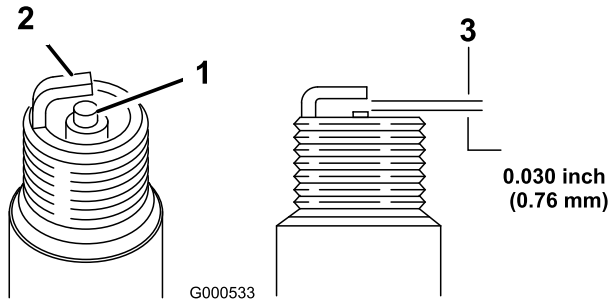

Bild 38
5. Stellen Sie den Elektrodenabstand auf 0,76 mm ein (Bild 38).